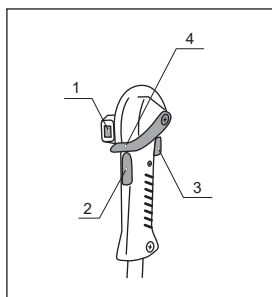

Рис. 13
5. Убедитесь, что выключатель зажигания, расположенный на рукоятке управления 1 (рис. 13), находится в положении ON/1.
2. Убедитесь, что выключатель зажигания, расположенный на рукоятке управления 1 (рис. 13), находится в положении ON/1.
Для остановки двигателя отпустите курок газа, переведите двигатель в режим холостого хода и дайте поработать 15–20 с. Затем переведите выключатель зажигания 1 (рис. 13) в положение OFF/0.
Триммер возможно использовать в двух режимах работы: режим полного газа и режим частичных нагрузок. Для использования в режиме полного газа, удерживая блокиратор 2 (рис. 13), нажмите на курок газа 3 (рис. 13).
Для использования в режиме частичных нагрузок, удерживая блокиратор 2 (рис. 13), установите фиксатор оборотов 4 (рис. 13) в нужное положение. Крайнее верхнее положение соответствует максимальным оборотам двигателя, крайнее нижнее положение соответствует холостым оборотам.